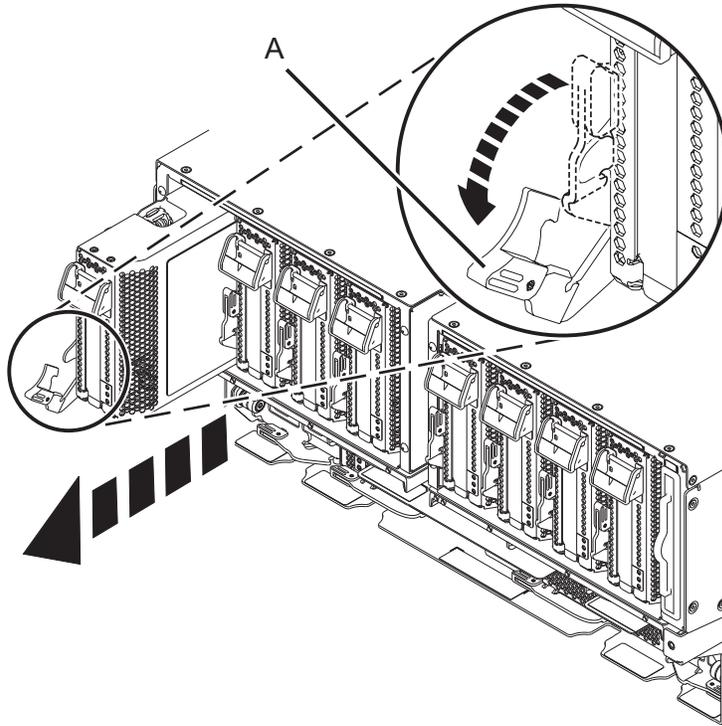

Abbildung 38. PCIe-Adapterkassette aus dem System ausbauen
- b. Drehen Sie den terrakottafarbenen Kassettengriff (**A**) in die in Abb. 38 auf Seite 40 dargestellte Richtung und drücken Sie den Griff (**A**) nach unten, um die Kassette aus den Anschlüssen des Steckplatzes zu lösen.